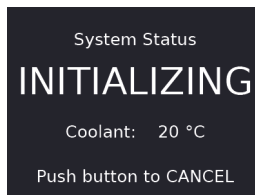

Abbildung 4-7 Initialisierungsbildschirm
4. Drücken Sie zur Aktivierung des Kühlers die Taste **MODE** (Modus). Die Systeminitialisierung beginnt, und die Anzeige blinkt grün (siehe Abbildung 4-7 auf Seite 144).